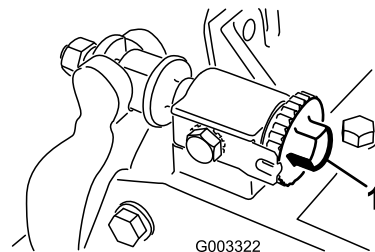

図 7
- A. ベッドバー調整ネジを時計回り (**図 7**) に、軽い接触感と音がするまで 1 度に 1 クリックずつ回す。